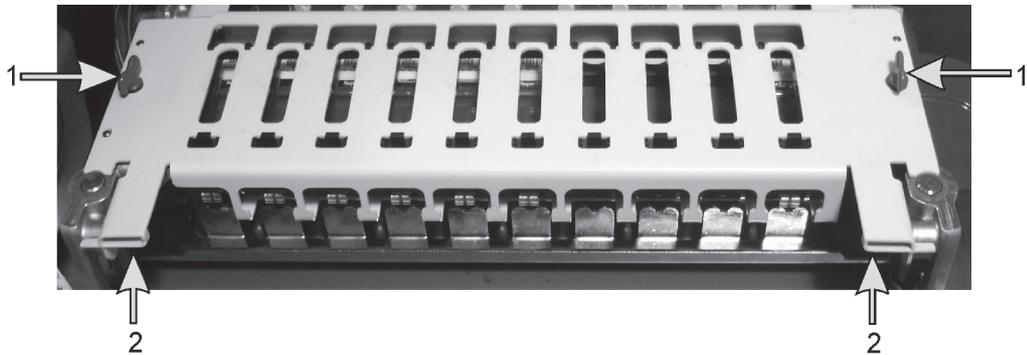

Figura 129: Piastra superiore di BOND-MAX in cui si notano i dispositivi di fissaggio (1) e le cerniere dei perni (2)
2. Aprire la piastra superiore tenendola premuta verso il basso e svitando i dispositivi di fissaggio blu a vite su entrambe le estremità (elementi 1 nella Figura 128 e nella Figura 129) di un quarto di giro in senso antiorario. Far ruotare all'indietro la piastra superiore sulle cerniere (guardando lo strumento sarà la parte destra della piastra superiore a sollevarsi)
3. Per estrarre completamente la piastra superiore (manovra non necessaria per la pulizia di routine) tirare i fermi del perno caricati a molla su ciascuna estremità della piastra (elementi 2 nella Figura 128 e nella Figura 129) e sollevare la piastra dal vassoio per colorazione vetrini.